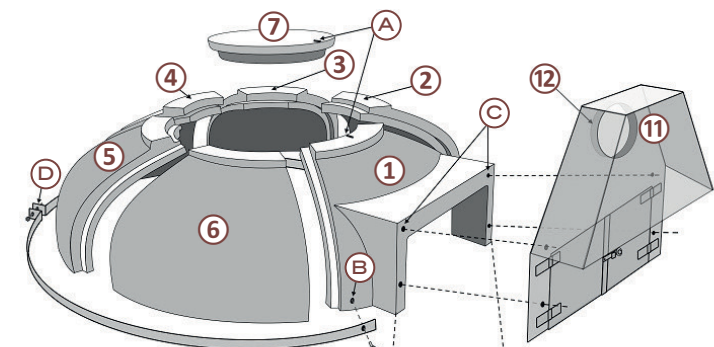

Figure 1
Étape 2 : Sur une dalle en béton armé (10) de dimensions L195xP165x20 cm minimum (L175xP155)x20 pour une isolation avec béton de vermiculite) sèche de plus de 28 jours, réaliser un lit de **mortier maigre** au ciment standard de 2 à 3 cm d'épaisseur (9). Sur celui-ci disposer les 22 pièces de la sole (8) préalablement humidifiées comme indiqué en Fig. 1, sans joint et en assurant une bonne planéité de la surface supérieure. Retirer le **mortier maigre** superflu du pourtour de la sole. **Attendre 24 à 48h que la sole soit sèche avant de continuer.**
Étape 3 : Disposer l'élément frontal (1) comme indiqué, mettre en place, dans l'ordre, les éléments (2), (3), (4), (5) et (6) sans faire de joint dessous ou entre ces 6 éléments. Poser l'élément (7) sans joint en centrant le repère A au centre de la pièce (1). Fixer ensuite le cerclage métallique à la base de l'élément (1) avec les boulons B et serrez-les en D de façon à ce que les éléments de côtés du four se mettent parfaitement en place les uns contre les autres.
Étape 5 : Installer la façade-avaloir (11) avec les quatre boulons comme indiqué C sans trop serrer les boulons (serrer à fond à la clef puis dévisser d'un demi-tour).
Étape 6 : Réaliser le conduit de fumée en tube inox de 200 mm à raccorder sur l'emplacement (12) prévu à cet effet, puis faire un joint au mastic réfractaire.
Étape 7 : Entourer l'ensemble du four d'une rouleau souple de laine de roche/céramique de 10 cm ou de fibre isolante EPHREM vendue en option. Recouvrir de sable sec de granulométrie 0/4 ou de béton de vermiculite jusqu'à atteindre 20 cm minimum au-dessus de la coupole (13).